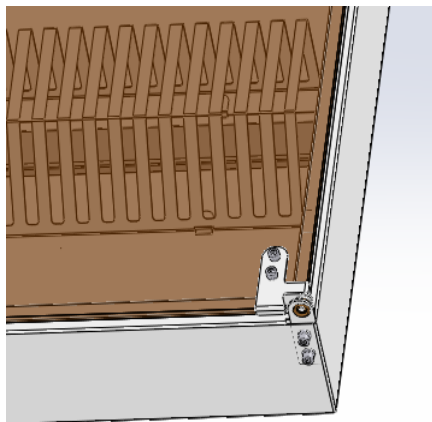

Рисунок 2
- 1.6. Для возможности регулировки горизонтального положения нижней петли и устранения перекоса двери в стерилизаторе имеется механизм регулировки (см. рис.2).
- 5.4. При необходимости регулировки перекоса дверей следует ослабить винты (см. рисунок 2), отрегулировать петли и затянуть винты.